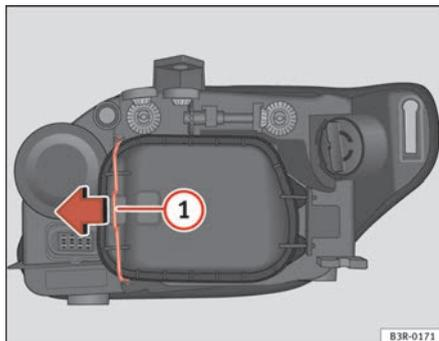

Fig. 206 Feu de position (côté extérieur véhicule)
- Déplacez le tirant ⇒ fig. 206 ① dans le sens de la flèche et retirez le couvercle rigide en séparant d'abord le côté du tirant et en ôtant ensuite les deux languettes de l'autre extrémité du couvercle.